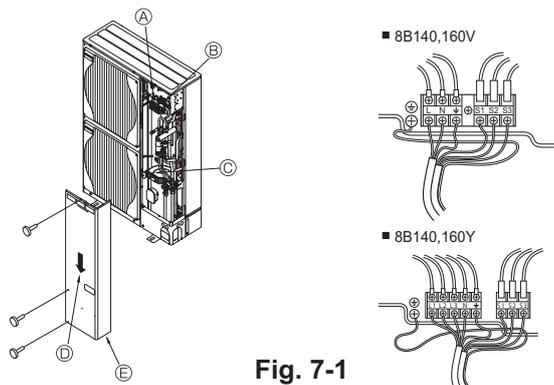

Fig. 7-1
7.1. Unidad exterior (Fig. 7-1)
- ① Extraiga el panel de servicio.
- ② Efectúe el cableado según se muestra en la Fig. 7-1.